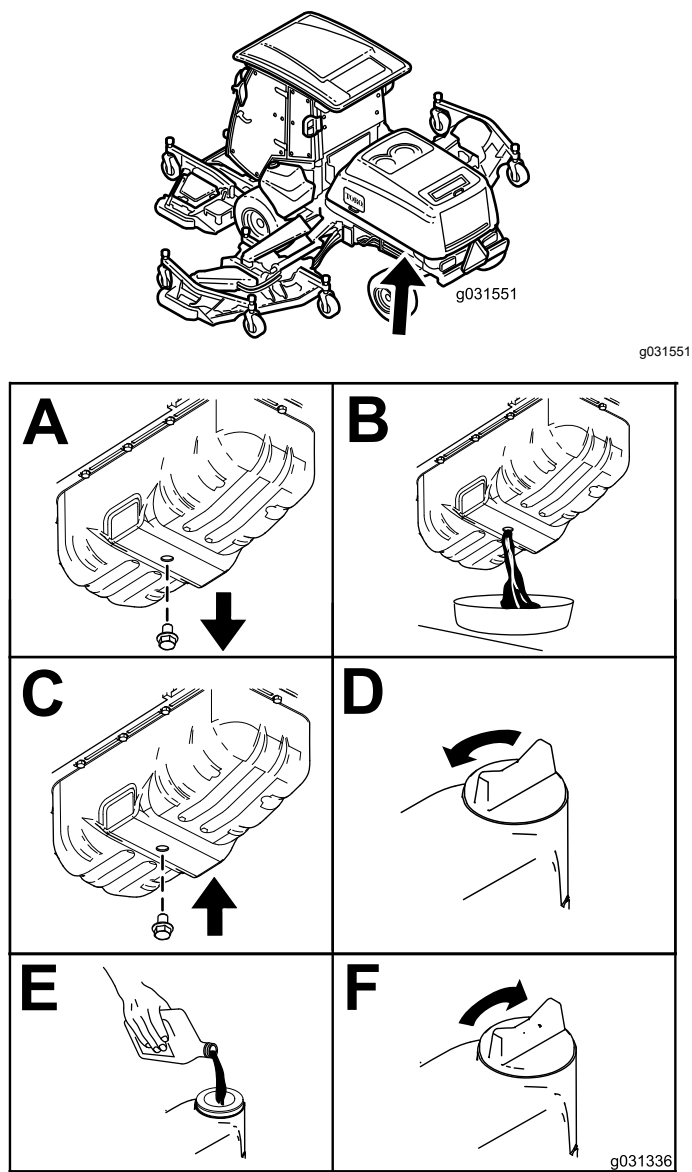

Рисунок 94
3. Замените масло в двигателе, как показано на Рисунок 94.